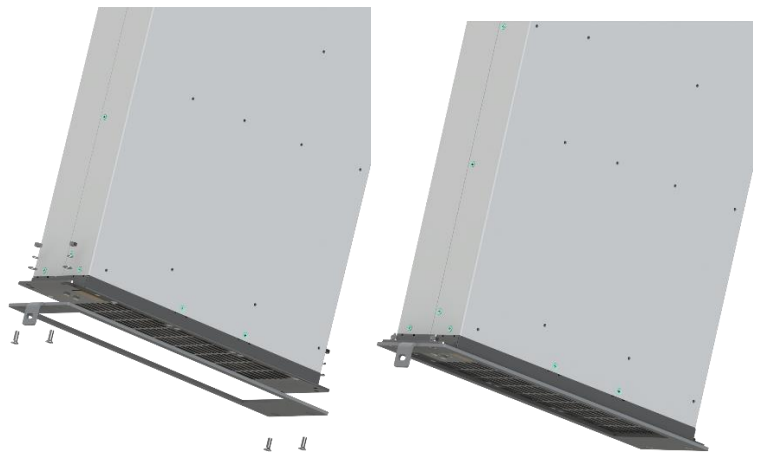

Рисунок 5.15. Зарядный модуль с кронштейном
7. Закрепите кронштейн на модуле с помощью снятых креплений (рис. 5.15).